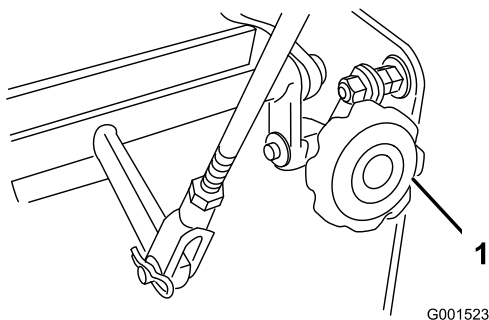

Figura 39
4. Se la macchina tira da un lato o dall'altro, girate la manopola di allineamento rapido. Girate la manopola verso destra per correggere l'allineamento verso destra e giratela verso sinistra per correggere l'allineamento verso sinistra (Figura 39).